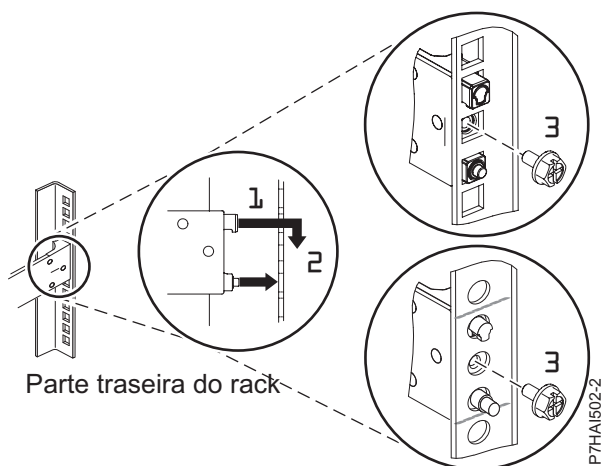

Figura 20. Alinhando e Encaixando os Pinos nos Orifícios na Parte Traseira do Rack
trilho deslizante em sua direção para inserir os dois pinos nos orifícios do rack (1) e abaixe o trilho deslizante para baixo (2) para encaixar o gancho no pino superior. Para obter detalhes, consulte Figura 20. Assegure-se de que os dois pinos apareçam através dos orifícios do rack antes de prosseguir para a próxima etapa.